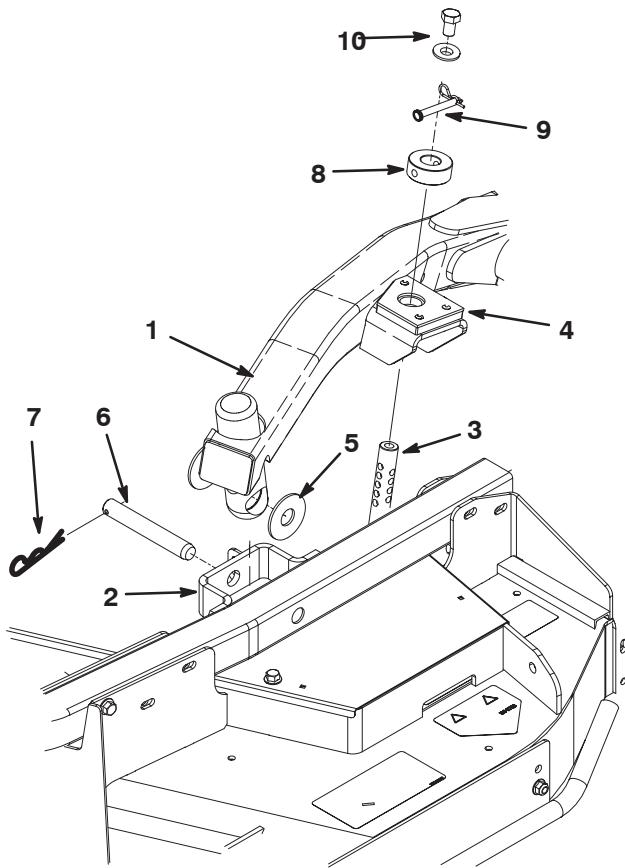

Bild 25
4. Stellen Sie den Hubhebel auf die Schweben-Stellung. Drücken Sie einen Hubarm nach unten, bis die Löcher im Hubarm mit den Löchern in der Laufradarmhalterung ausgerichtet sind, und die Schnitthöhenstange in die Hubarmpolster eingesetzt werden kann (Bild 25).
5. Befestigen Sie den Hubarm mit zwei (2) Druckscheiben, einem Lastösenbolzen und einem Splint am Laufradarm. Legen Sie die Druckscheiben zwischen den Hubarm und die Halterung des Laufradarms (Bild 25). Setzen Sie das Ende des Splints in den Schlitz im Laufradarm ein, um den Splint zu arretieren.
9. Befestigen Sie die Schnitthöhenstellringe an den Schnitthöhenstangen und befestigen Sie sie mit den Lastösenbolzen und den Splints (Bild 25). Der Kopf des Splints sollte zur Vorderseite des Mähwerks zeigen.
10. Setzen Sie oben auf jeder Schnitthöhenstange eine 1/2 x 3/4 Zoll Kopfschraube und eine Scheibe ein (Bild 25).